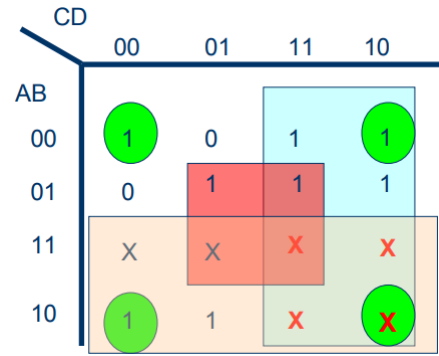

Figura 6. Mapa de Karnaugh para o segmento *a* [6].
- 1) Construa um *Mapa de Karnaugh* de quatro variáveis para cada segmento como na figura 6.